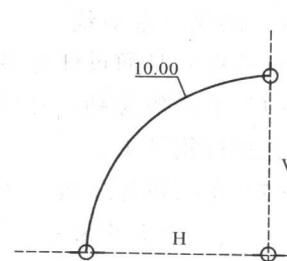

图 1-27 绘制中心圆弧
(1) 单击 按钮，在绘图区中的某位置处单击，确定圆弧的中心点。
(2) 将圆调整至所需的大小，并在圆弧上单击两次确定圆弧的两个端点，如图 1-27 所示。